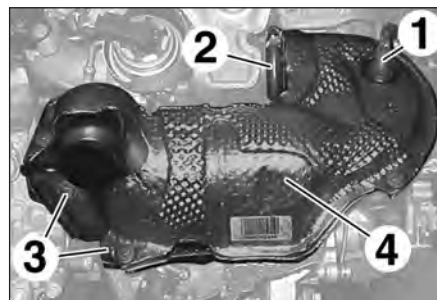

FIG.98
- Débrancher le connecteur de la sonde à oxygène (1) (Fig.98).
- Déposer la sonde à oxygène (1).
- Desserrer le collier (2).
- les vis (3),
- le précatalyseur (4).